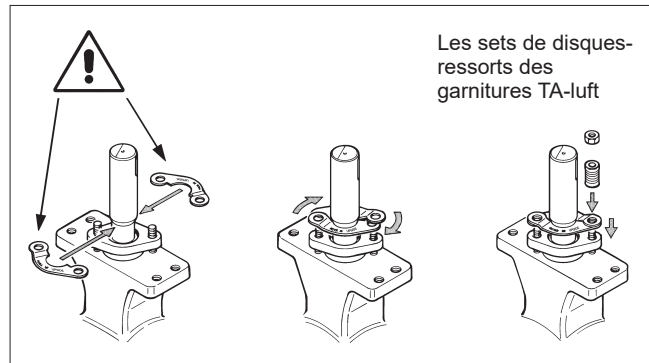
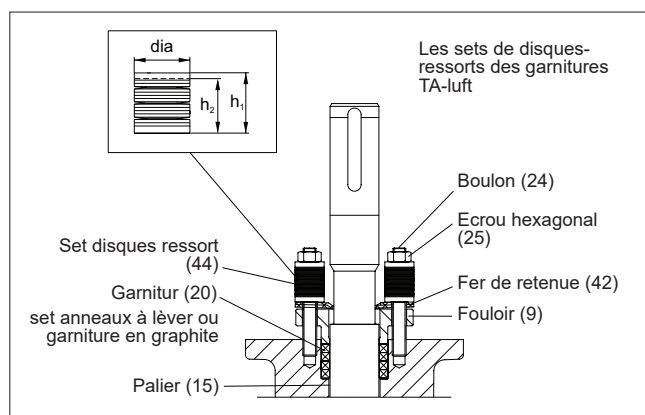

Fig. 10 Montage des fers de retenue
Fig. 11 Garniture de presse-étoupe
- Desserrer les écrous (25) et enlever les kits (TA-Luft) à disque-ressort (44) les fers de retenue (42) et le fouloir (9). (cf. figure 11).
- - Extraire les garnitures (20). Attention à ne pas endommager les surfaces du logement des garnitures et de l'axe.
- Replacer les fers de retenue avec l'inscription UPSIDE sur le dessus (cf. figure 10).